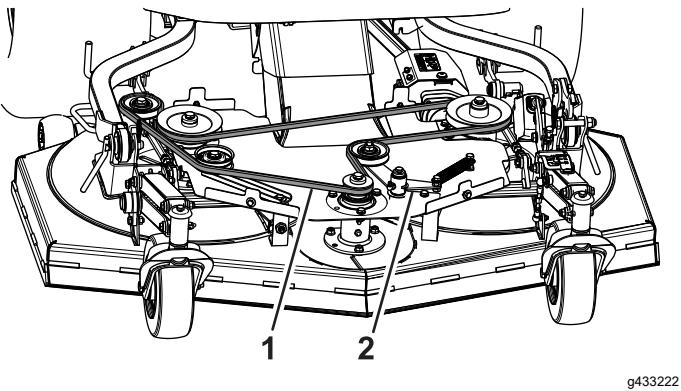

Figura 106
4. Retire el muelle del brazo tensor del poste de la unidad de corte (Figura 106).
1. Dirija la nueva correa alrededor de las poleas, tal y como se muestra en la Figura 106.
2. Instale el muelle del brazo tensor en el poste de la unidad de corte (Figura 106).